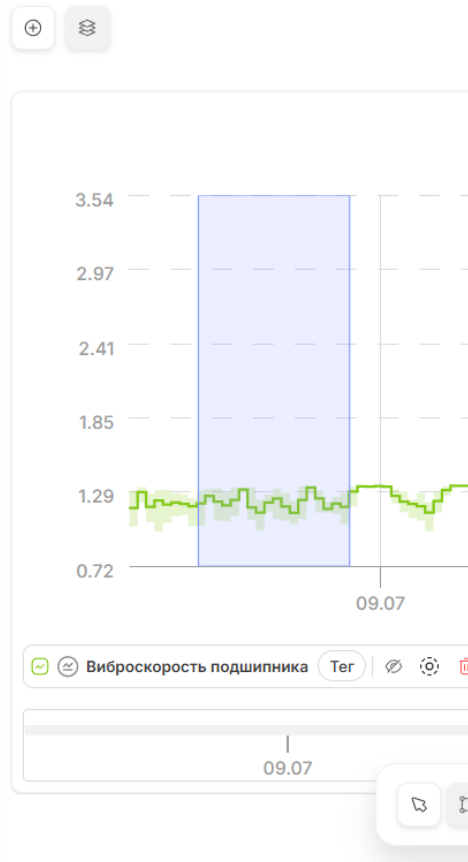

Рисунок 151. Сохранение интервалов для нескольких моделей
1. Выберите модели, куда требуется добавить интервалы, и нажмите кнопку сохранения (Рисунок 151).